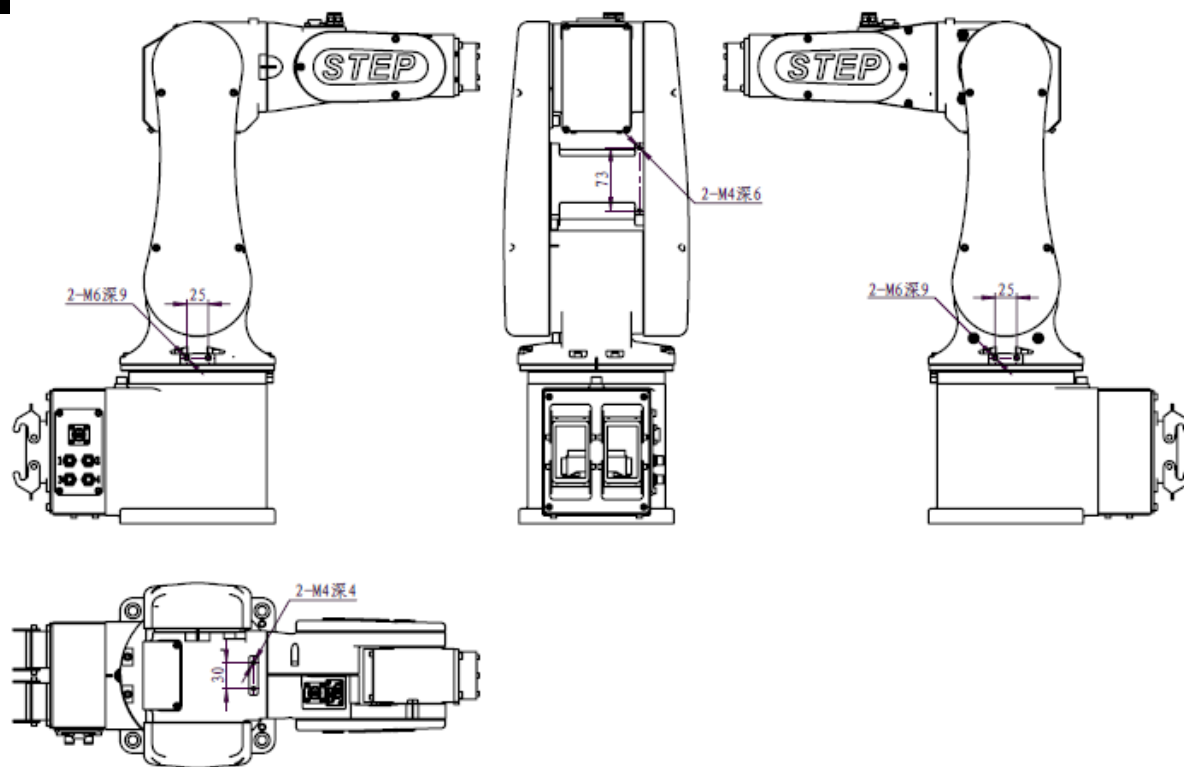

图 3-4 SD500E/ SD700E 辅助安装孔尺寸图
2. SD500E/ SD700E 辅助安装孔尺寸如图 3-4 所示。